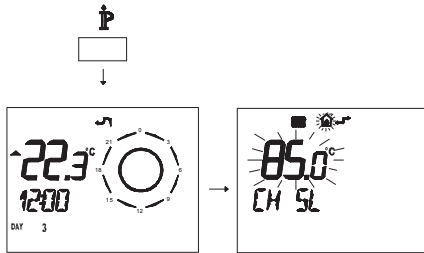

Figura 5.35
- Pulse durante más de 3 segundos el botón  $\mathbb{P}$  para entrar en la modalidad *INFO* (Figura 5.35).